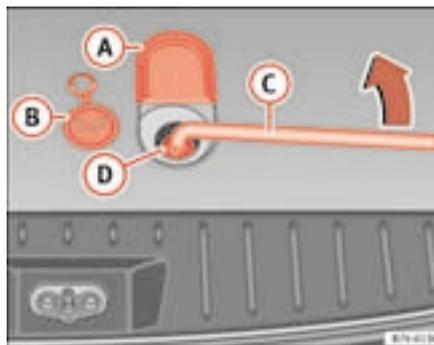

Abb. 153 Reserverad herausnehmen
1. Klappen Sie die kleine Abdeckung **(A)** ⇒ Abb. 153 im Gepäckraumboden nahe der Heckklappenverriegelung nach vorne.
4. Nehmen Sie den Radschlüssel \Rightarrow Seite 240, Abb. 153 **C** und drehen Sie die Schraube im Gepäckraumboden solange rechts herum, bis das ausgewechselte Rad fest an der Unterseite des Gepäckraumbodens \Rightarrow **!** in „Reserverad herausnehmen“ auf Seite 240 anliegt.
5. Verschließen Sie die Öffnung mit der Gummiabdichtung \Rightarrow Seite 240, Abb. 153 **B** und klappen Sie die Abdeckung **A** zurück.